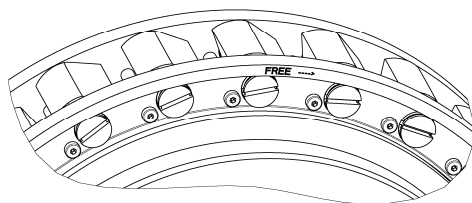

Abb. 5: Klemmkörper in „Eingriff“
- Innenring (2) inklusive Käfig (8) aus dem Außenring (1) heben, dazu ggf. geeignete Hebemittel an Hebegewinde des Innenringes anbringen
- Innenring inklusive Käfig (8) mit FREE nach UNTEN auf Montagetisch ablegen
- die Klemmkörper des Freilaufkäfigs mit einer Montagehilfe (O-Ring/ Kabelbinder) in Abhebestellung fixieren (siehe Abb. 5 und 6)
- die Klemmkörper des Freilaufkäfigs mit einem O-Ring/ Kabelbinder als Montagehilfe in Abhebestellung fixieren (siehe Abbildung 5 und 6)
- Innenring (2) mit Käfig (8) in Außenring (1) einsetzen bis die Hälfte des Klemmkörpers verdeckt wird